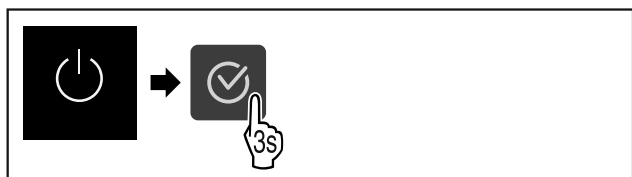

Fig. 62
▶ Handlungsschritte (siehe Fig. 62) durchführen.